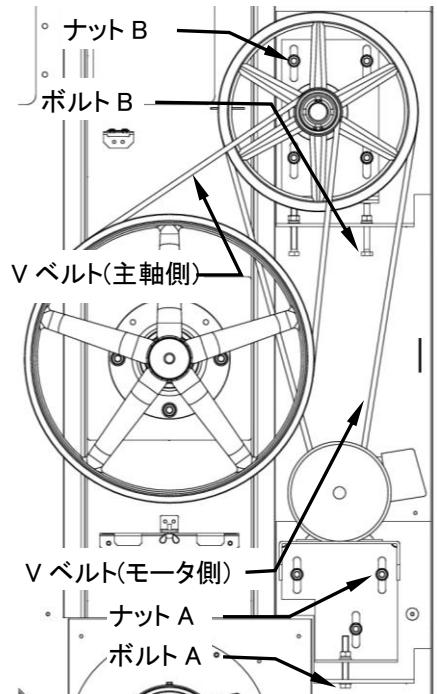

図 9-1
9.3.1 Vベルト(図 9-1)
- ・機械後方に回り、Vベルト(主軸側)を外します。(図 9-1)